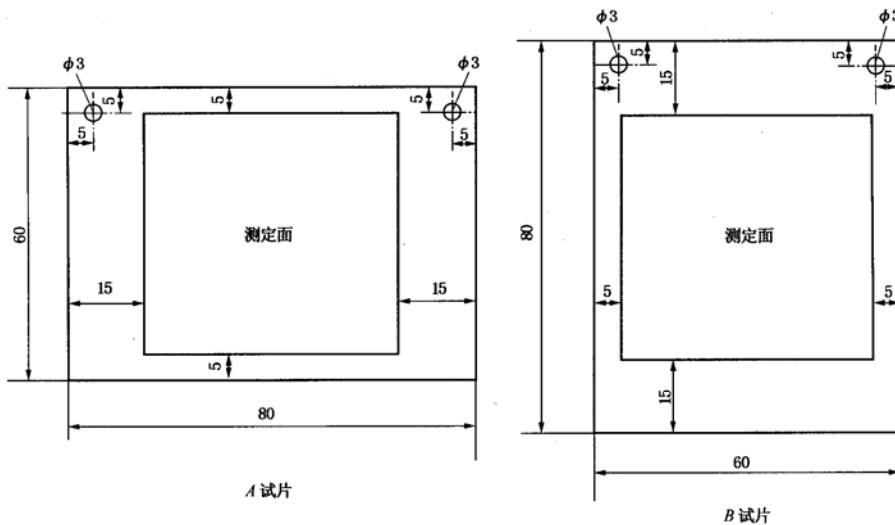

图 1 试片
c. 吊孔：在图 1 所示的地方钻两个直径为 3mm 的小孔。